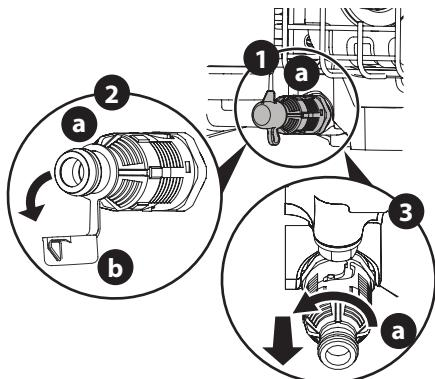

Figure 5
- Localisez la soupape de vidange de l'huile (a) et placez un récipient approprié pour la collecte d'huile sous la bouchon d'huile (Figure 5).